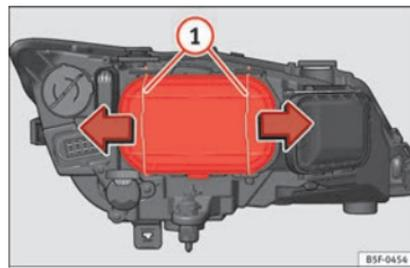

Fig. 205 Anabbagliante.
- Far scorrere i tiranti »» fig. 205 ① nel senso della freccia e sfilare la chiusura.